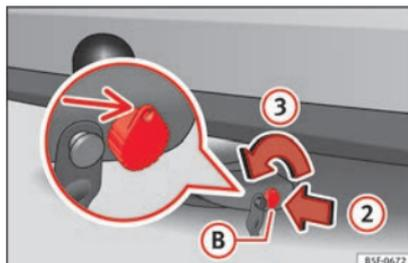

Fig. 234 Déverrouiller la serrure
- Introduisez la clé **(B)** dans la serrure dans le sens de la flèche **(2)** » » fig. 234.